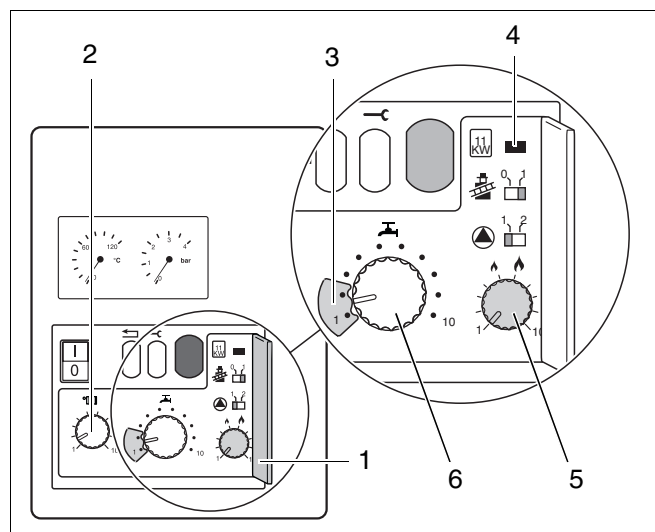

Abb. 28 Einstellungen
- Abdeckung der 2. Bedienebene (Abb. 28, Pos. 1) öffnen.
- Heizleistung (Tab. 5) je nach erforderlichem Wärmebedarf am Regler (Abb. 28, Pos. 5) einstellen. Erforderlichen Wärmebedarf entsprechend DIN 4701 berechnen.
Bei Verwendung des Außenwandanschlusses für die Abgasführung ist die Leistung auf 11 kW zu beschränken. Der Regler (Abb. 28, Pos. 5) wird damit unwirksam.
- Jumper entfernen (Abb. 28, Pos. 4) und aufbewahren.